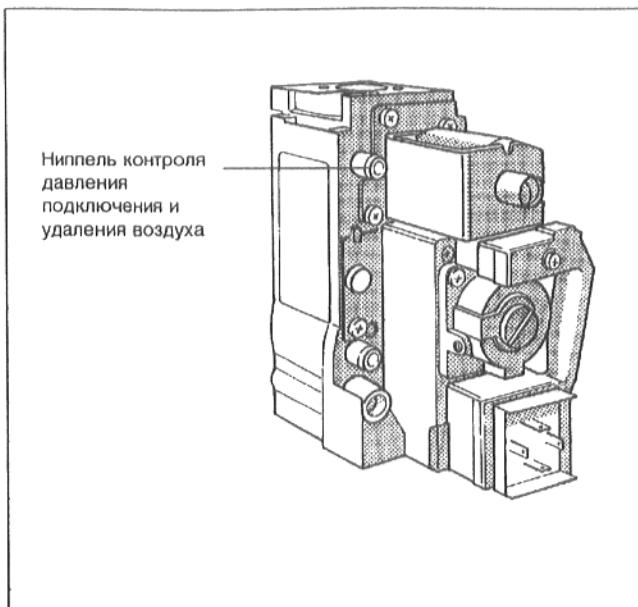
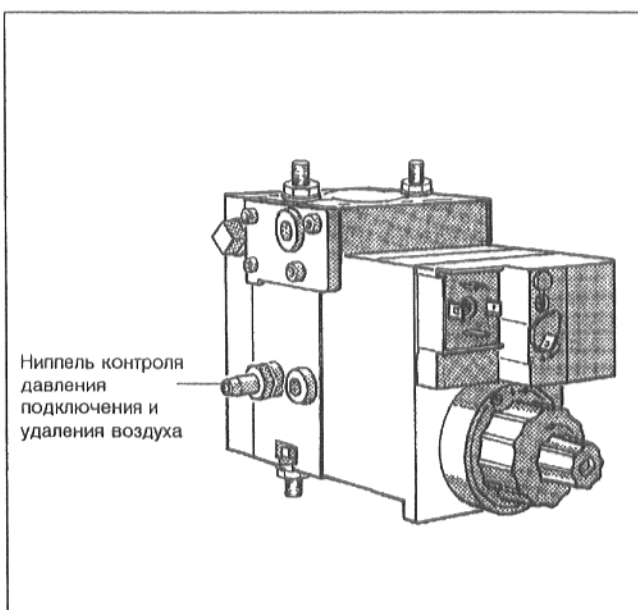

Рис. 27: Арматура газовой горелки Honeywell VR 4601
Рис. 28: Арматура газовой горелки DUNGS MBDLE
- Ослабить резьбовую пробку контрольного ниппеля давления подключения на арматуре газовой горелки (Рис. 27 или Рис. 28) на два оборота.